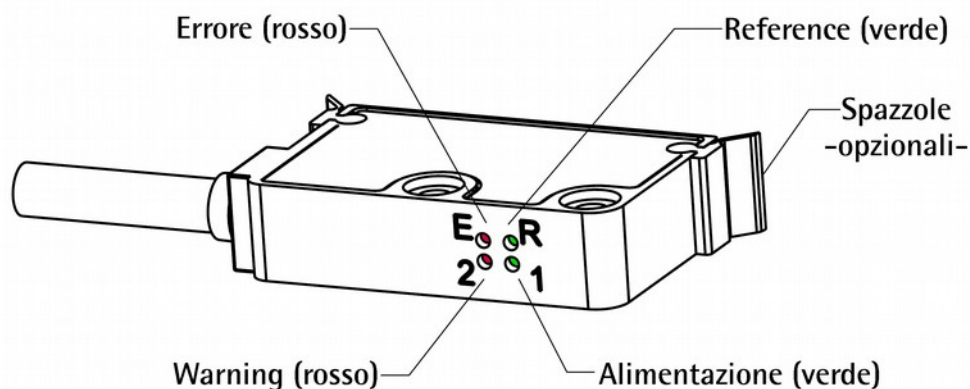

Figura 6 - LED di diagnostica e spazzole opzionali
4.10 LED di diagnostica (Figura 6)